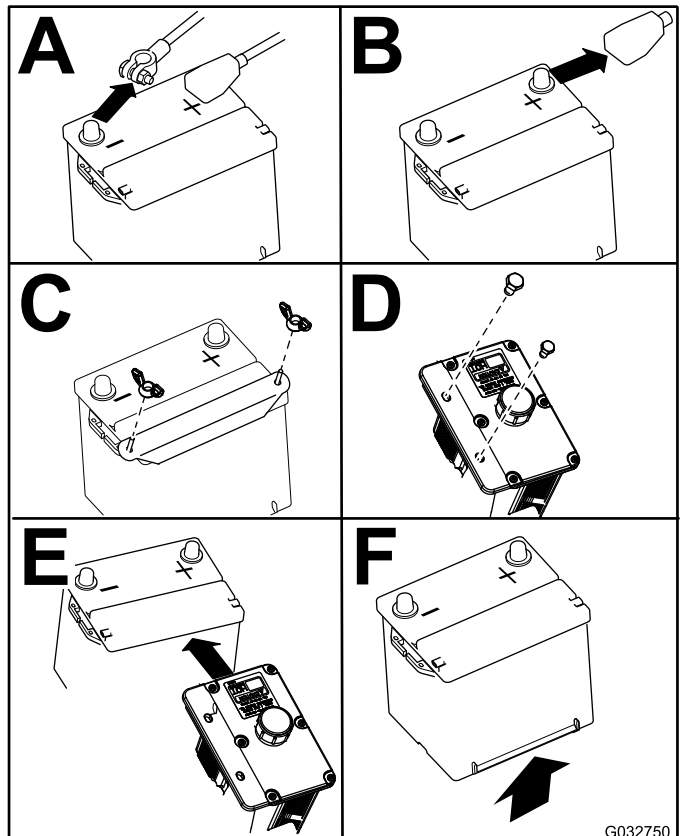

Figure 73
4. Retirez la batterie, comme montré à la Figure 73.